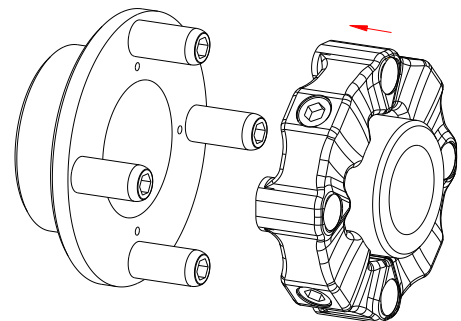

Bild 32: Montage der Kupplung
- Verschieben Sie vorzugsweise das Aggregat der Abtriebsseite mit montiertem Elastomerteil (Bauteil 1) in axialer Richtung, bis das Einbaumaß E erreicht ist. Richten Sie dazu die Bohrungen des Elastomerteils zu den Steckbolzen (Bauteil 5) bzw. Stechkülsen (Bauteil 5.1) aus (siehe Bild 32).